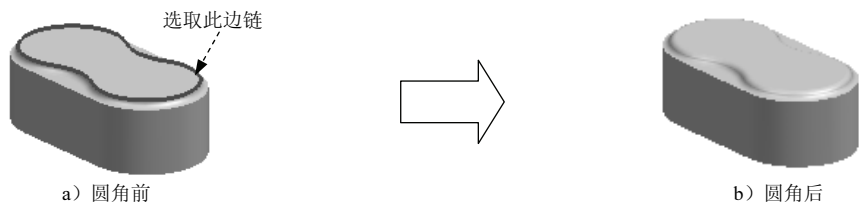

图 8.2.7 边倒圆特征 2
Step5. 创建图 8.2.7 所示的边倒圆特征 2。
(1) 选取命令。选取下拉菜单 **插入(S)** → **细节特征(L)** → **边倒圆(E)** 命令 (或单击 按钮), 系统弹出“边倒圆”对话框。